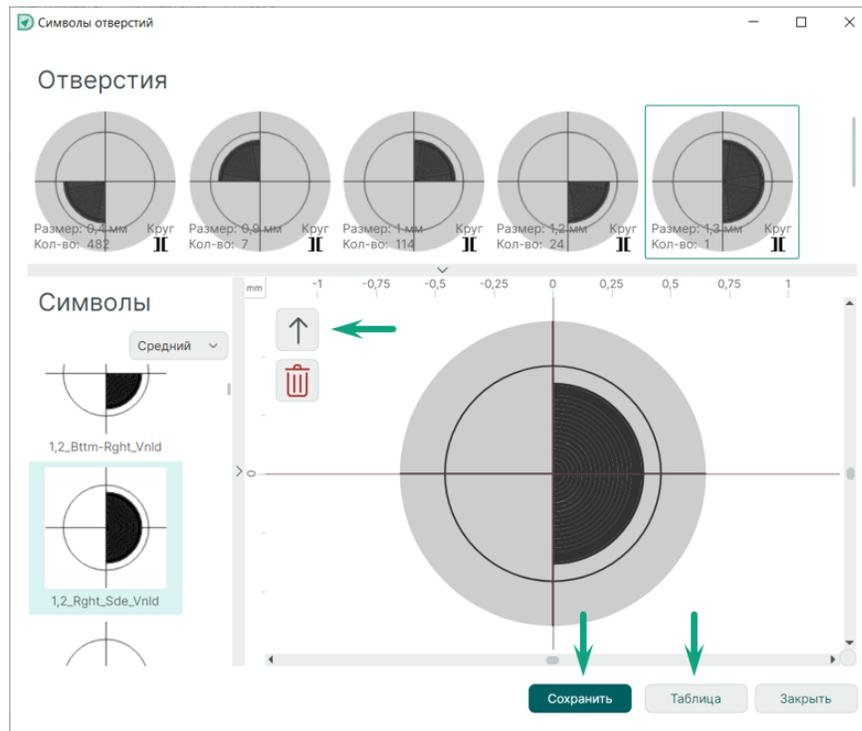

Рис. 52 Назначение и сохранение выбранного отверстия
- Нажмите кнопку «Назначить», см. Рис. 52.
5. После назначения символов отверстиям проекта нажмите кнопку «Сохранить», затем кнопку «Таблица», Рис. 52.